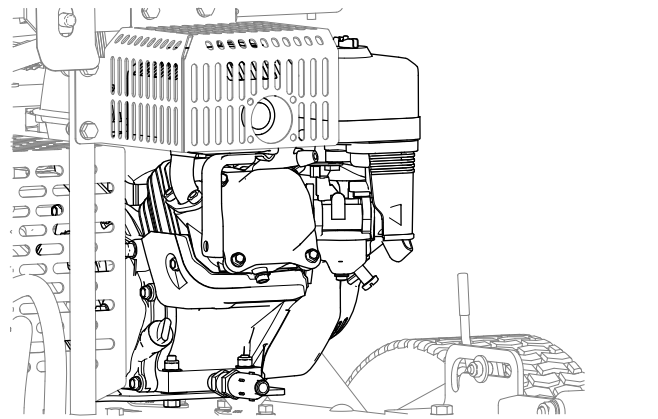

Bild 41
4. Reinigen Sie den Motor und die Kühlrippen des Motors (Bild 41) von Schmutz und Ablagerungen.